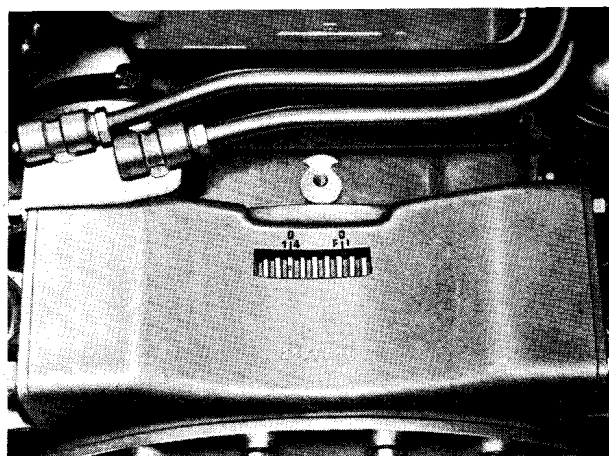

Fig. 01/5 - Riferimento PMS stantuffi sul volano motore.
- Ruotare l'albero motore a mano fino a far coincidere il segno di riferimento « 0 » inciso sul volano motore indicante il punto morto superiore dello stantuffo del cilindro n. 1 con il corrispondente segno inciso sul bordo della feritoia della traversa sostegno motore (vedi fig. 01/5).
bero motore e dell'albero distribuzione, la catena, orientando una delle tre scanalature dell'ingranaggio albero distribuzione in corrispondenza della chiavetta sull'albero, quindi calettare contemporaneamente gli ingranaggi sulle rispettive sedi, avendo cura di mantenere il tratto di catena opposto al tenditore ben teso e che i segni di riferimento stampigliati sull'ingranaggio dell'albero distribuzione e sul piano di appoggio del coperchio distribuzione coincidano (Rif. 1 a fig. 01/6).